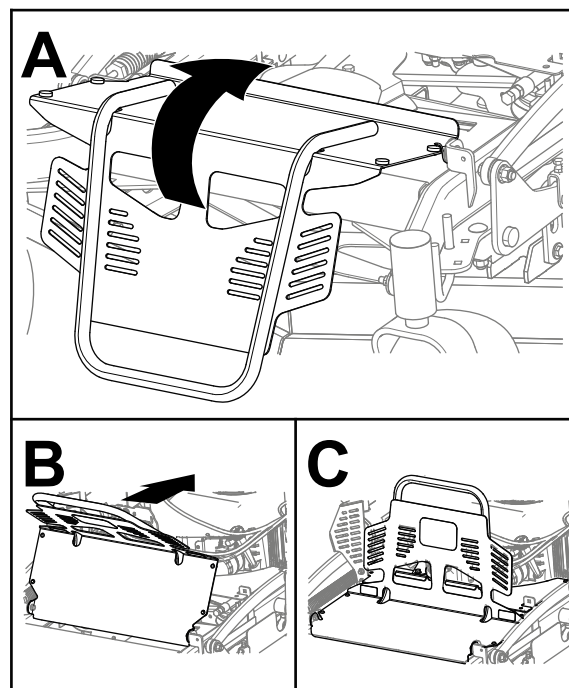

Bild 37
2. Drehen Sie den Motorschutz nach hinten, wie in Bild 37 dargestellt.